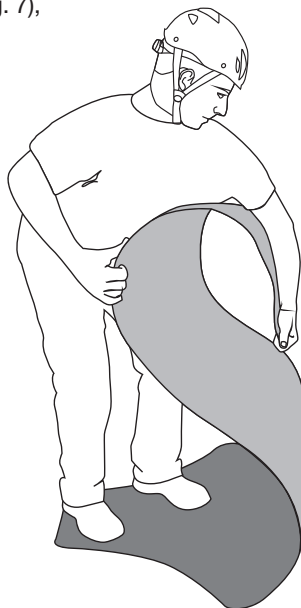

Fig.7
- Togliere il telo **"ROLLY"** dalla sacca di trasporto (O) e rimuovere la fettuccia con cricchetto (N),
- distendere il piano d'appoggio (A) e renderlo piatto riavvolgendo al contrario le estremità e piegando la parte centrale (fig. 7),